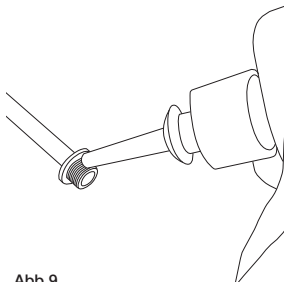

Abb.9
- Vor dem Wiedereinbau muss zwingend niedrigste Schraubensicherung Loctite 222 am Gewinde der Schrauben aufgetragen werden (Fig. 9).